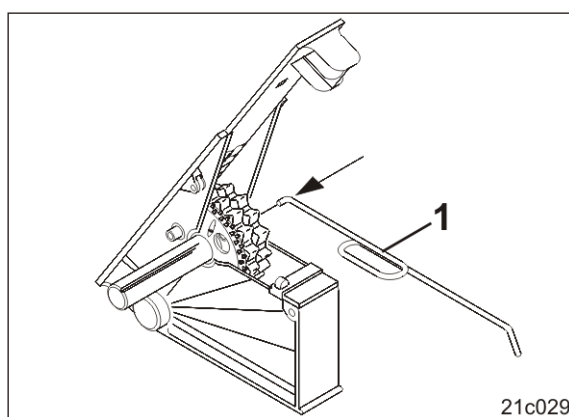

Fig. 66
2. Presione el pasador con la llave suministrada (Fig. 66/1) contra la rueda de sembrado fina.